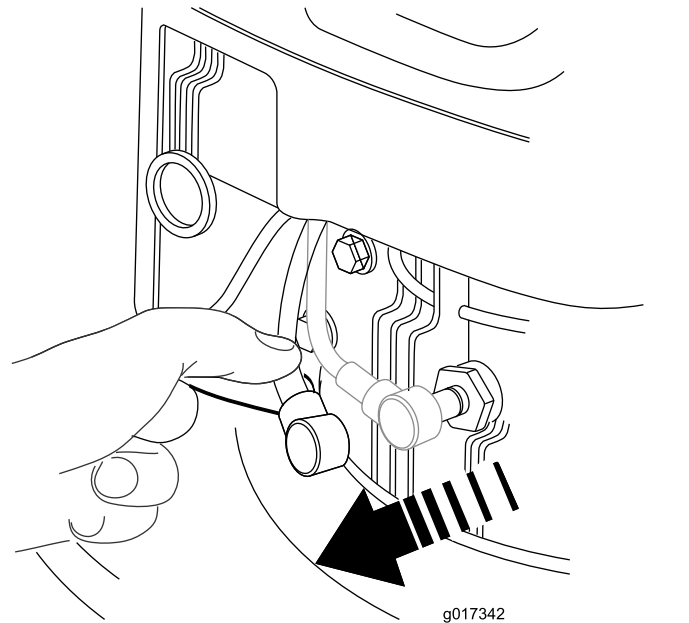

图19
2. 在执行任何维护程序之前，应断开火花塞上的火花塞电线（图19）。
2. 断开火花塞上的电线（图19）。